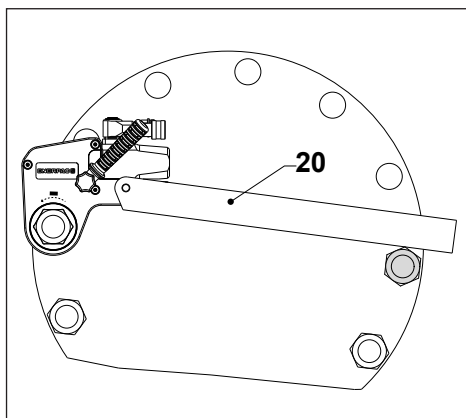

Fig. 13
4.3.4 Utilizzare il braccio di reazione esteso (Fig. 13)